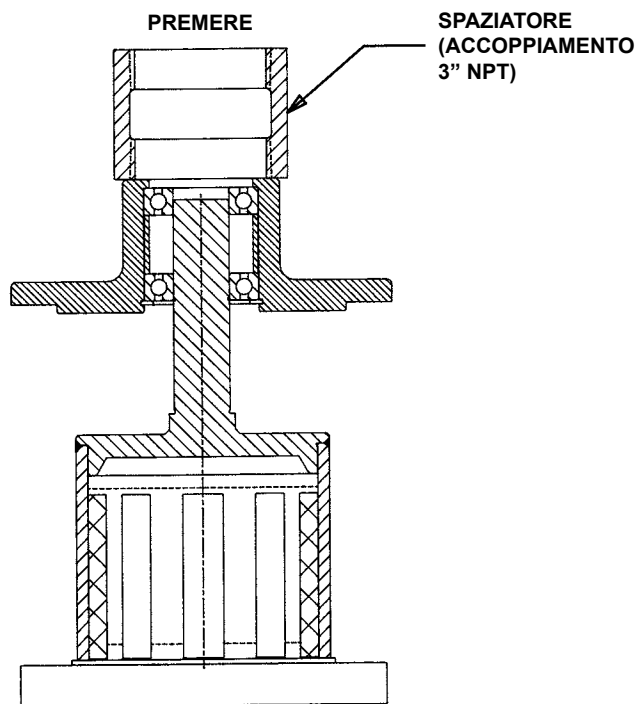

FIGURA 14
1. Mettere il (1) cuscinetto nel foro di alloggiamento. Picchiettare gentilmente o premere nel foro. Posizionare lo spaziatore nel foro ed inserire un secondo cuscinetto. Premere verso il basso fino a che i cuscinetti toccano il fondo. Installare l'anello di bloccaggio interno nell'alloggiamento del cuscinetto.
2. Fare scivolare l'albero del gruppo del magnete esterno nel cuscinetto fino ad incontrare resistenza. **(Vedere Figura 14)** Metterlo in verticale nella pressa, mettere uno spaziatore sull'estremità dell'alloggiamento come ad esempio un accoppiamento NPT da 3" e premere l'alloggiamento verso il basso fino a che il cuscinetto tocchi il fondo sulla spalla dell'albero. Installare l'anello di bloccaggio esterno sull'albero del gruppo del magnete esterno.